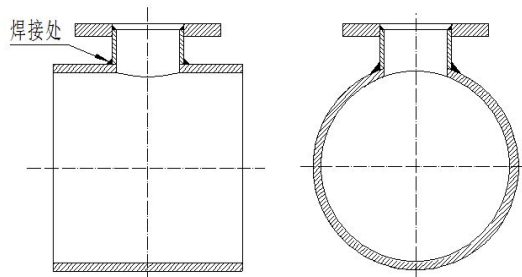

图 6
(1) 根据现场情况确定安装点，安装点前后直管段长度至少满足前 10D 后 5D 的要求。
(2) 关掉上游流量控制阀，在管道上安装点处用气割的方法开一个 $\Phi 100\text{mm}$ 的圆孔，孔的周边要求光滑无毛刺。
(3) 拆下流量计下连接管。
(4) 在管道圆孔处焊上下连接管，焊时应特别注意垂直方向，焊后牢固、无砂眼、无裂缝，且要求短管轴线与管道轴成正交为 90° ，焊接短管的延长线垂直通过管道横截面的圆心，见下图 6 所示。